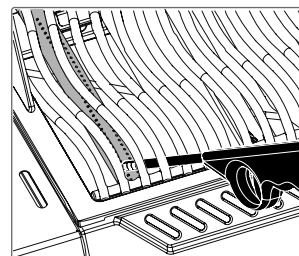
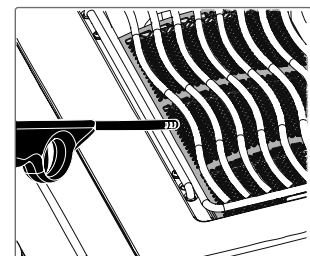

Рис. 11
Рис. 12
1. Откройте крышку горелки/гриля. (Рис. 11, Рис. 12)